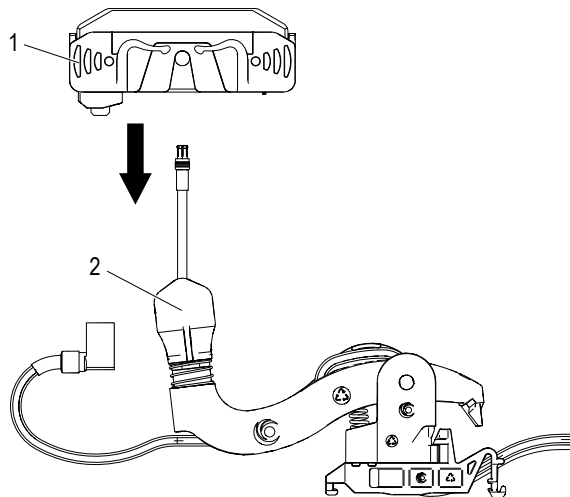

Abb. 177: Wippe inkl. Schleifkontakt (1) wird montiert
→ Neue Wippe inkl. Schleifkontakt (1) auf das Gelenk des Abnehmerarms (2) montieren (siehe Abb. 177)